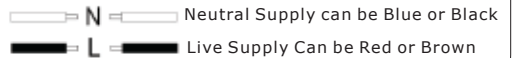

Figure 1
Step 2: Connect the LED Neon Flex polarity "+" and "-" to the driver's polarity "+" and "-". Follow the wiring diagram to ensure the wiring is done correctly [Refer to Figure 1].
Étape 2. Connectez la polarité «+» et «-» de la flexible néon LED à la polarité «+» et «-» du pilote. Suivez le schéma de câblage pour vous assurer que le câblage est effectué correctement [Réf. À Fig1].
Schritt 2. Verbinden Sie die "+" und "-" Polarität von LED Neon Flex mit der polarität "+" und "-" des Treibers. Befolgen Sie den Schaltplan, um sicherzustellen, dass die Verkabelung korrekt durchgeführt wurde [Siehe Abb. 1].